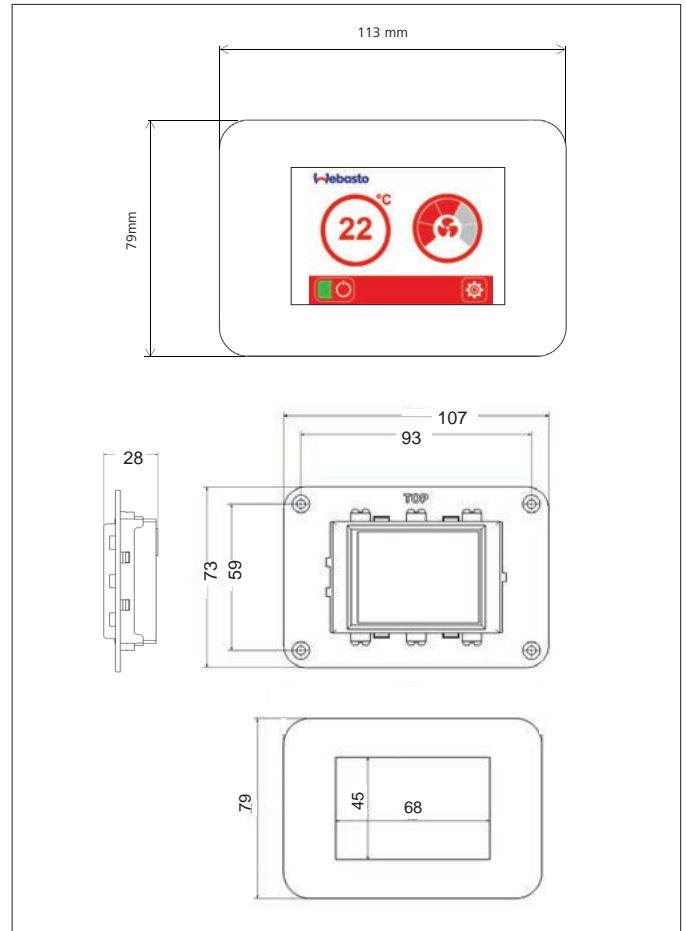

Fig. 14 Montaggio BlueCool MyTouch
- ▶ Praticare un'apertura per il pannello di comando nella posizione di montaggio desiderata. Dimensioni apertura, v. Fig.14.